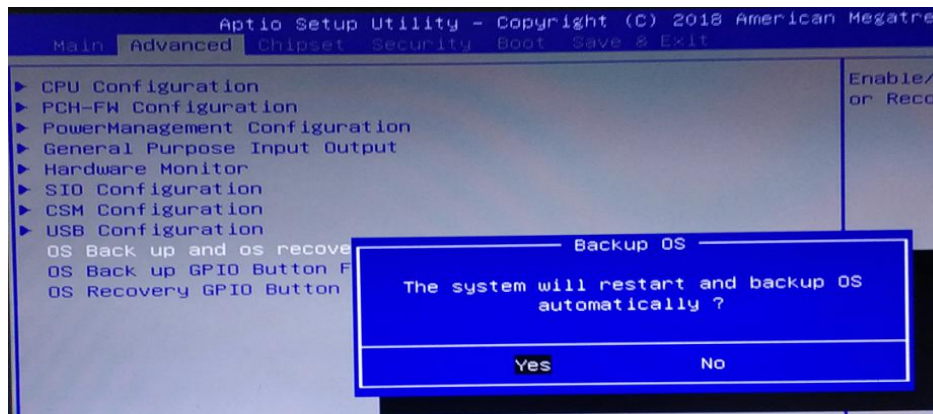

图 2 按 F3 备份界面
(3) 按下键盘左上角的 F3 按键，界面会出现提示：系统将会重启，同时开始自动备份系统（如图 2 所示），使用键盘选中 [YES]，进入到备份界面开始备份，备份结束后会自动重启系统。